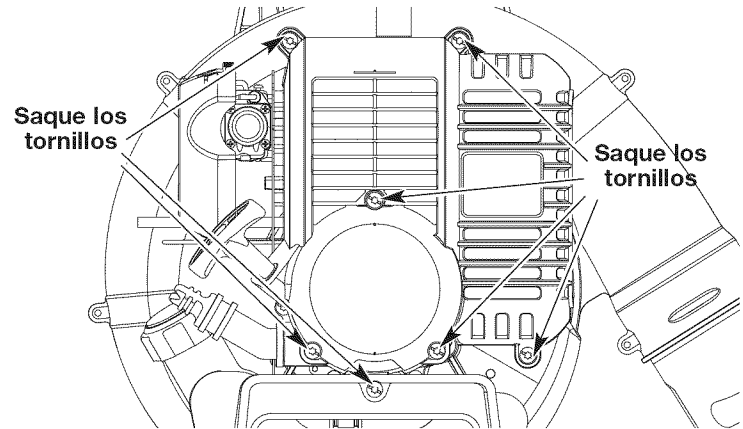

Fig. 31
1. Quite los siete (7) tornillos de encima de la tapa del motor con un destornillador de pala o Torx #25 (Fig. 31).
4. Saque la cubierta del motor (Fig. 31).
3. Deje enfriar el motor. Quite los siete (7) tornillos de encima de la tapa del motor con un destornillador de pala o Torx #25 (Fig. 31). Saque la bujía de encendido y coloque 5 gotas de aceite de motor de buena calidad en el cilindro. Tire de la cuerda de arranque lentamente para distribuir el aceite. Vuelva a instalar la bujía de encendido.
1. Apague el motor y espere que se enfríe. Quite los seis (6) tornillos de encima de la tapa del motor con un destornillador de pala o Torx #25 (Fig. 31).